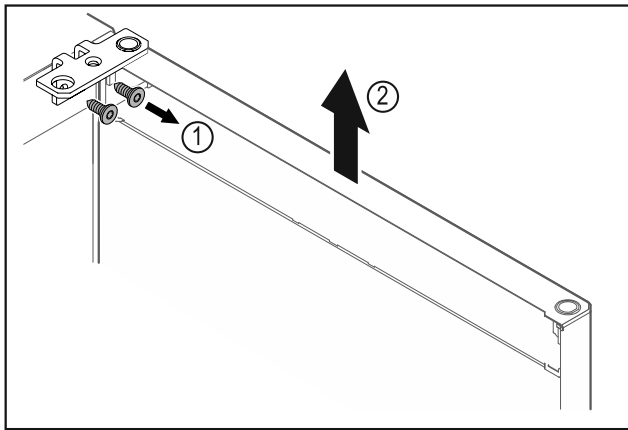

Fig. 12
- ▶ Scharnierhoek Fig. 12 (1) losschroeven.
- ▶ Deur inclusief scharnierhoek Fig. 12 (2) circa 200 mm recht omhoog tillen en verwijderen.